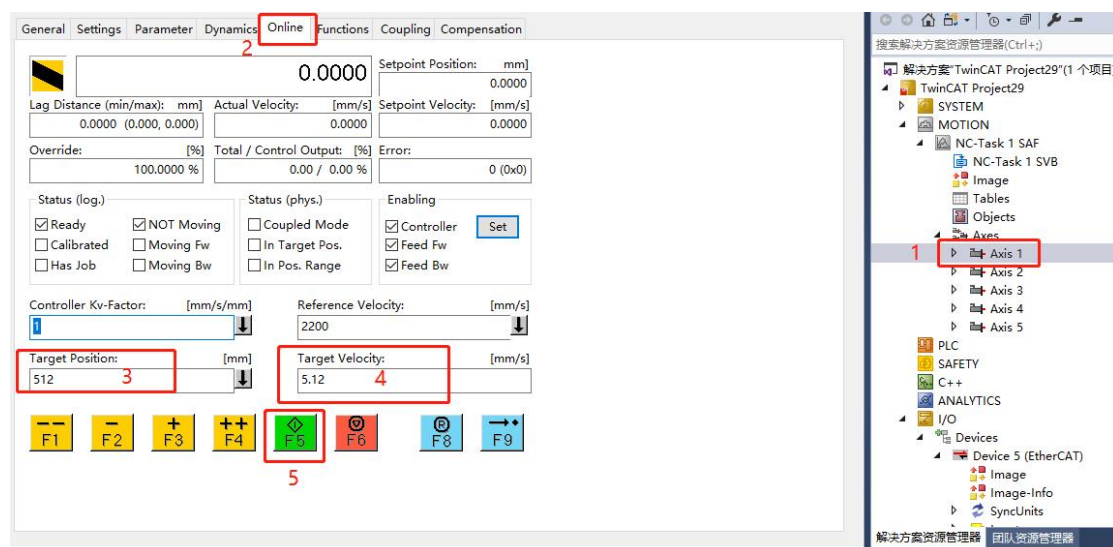

图 4.8 参数配置
(8) 按照图 4.8 的 1-5 步骤，将 Target Position 配置为 512，Target Velocity 配置为 5.12。点击 F5 启动（绿色按钮），点击 F6 暂停（红色按钮），电机将按默认参数：0.5A 峰值电流、256 细分等配置，以 CiA402 CSP 同步模式运行 100 圈，速度为 1 秒 1 圈。